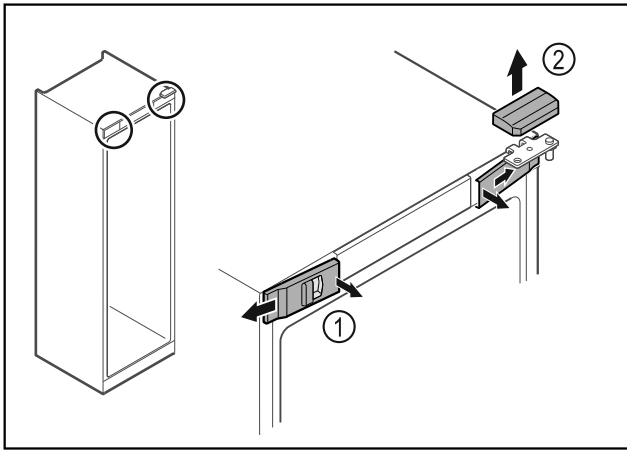

Fig. 14
- ▶ Voorste afdekking Fig. 14 (1) binnen ontgrendelen en naar de zijkant toe verwijderen.
- ▶ Bovenste afdekking Fig. 14 (2) naar boven toe verwijderen.